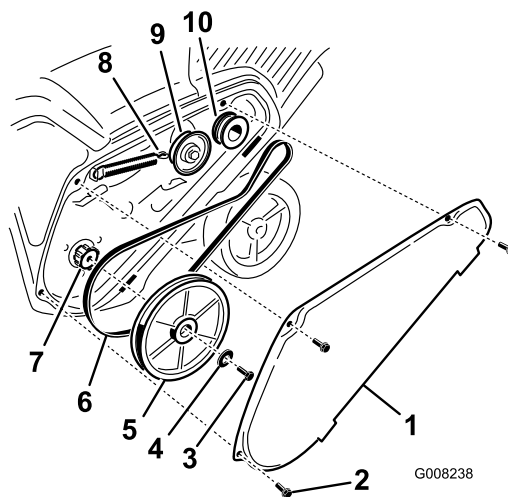

Figure 38
1. Enlevez le couvercle de la courroie d'entraînement après avoir retiré les 3 boulons comme illustré (Figure 38).
2. Débranchez le ressort de frein du bras de la poulie de tension pour détendre la courroie (Figure 38).
3. Enlevez la vis et la rondelle bombée qui retiennent la poulie de rotor (Figure 38).
4. Retirez la poulie de rotor et la courroie d'entraînement (Figure 38).
Remarque: Acheminez la courroie neuve autour de la poulie du moteur, puis de la poulie de tension, et enfin autour de la poulie de rotor desserrée, située juste au-dessus de l'arbre de rotor (Figure 38).
- Montez la poulie de rotor sur l'arbre de rotor (Figure 38).
- Montez la rondelle bombée et le boulon de fixation de la poulie de rotor, et serrez-les solidement (Figure 38).